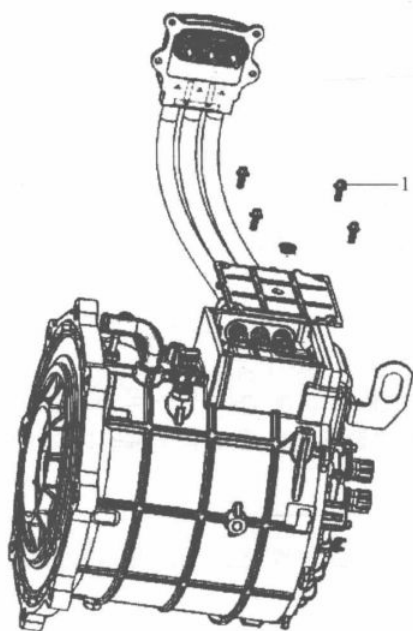

图 1-1-4
① 当通气阀处出现问题时,需要对通气阀进行拆卸维修。在拆分过程中,请注意保护好所有零部件,防止零部件被意外损坏(图 1-1-4)。
② 将固定接线盒盖的 M6×16 六角头螺栓 1 拧下,去除接线盒盖,通气阀就在接线盒盖上。
③ 用工具夹住通气阀的卡环将通气阀取下来。
④ 取新的通气阀,均匀用力,将通气阀压入接线盒的安装孔上,压到位刚好卡住。
⑤ 安装接线盒盖时,先在箱体接合面处涂抹上密封胶,盒盖凸点对应机壳的凸点装配,用 $12\text{N} \cdot \text{m}$ 的力矩拧紧 M6×16 六角头螺栓 1。
(5) 电机骨架油封拆卸与安装